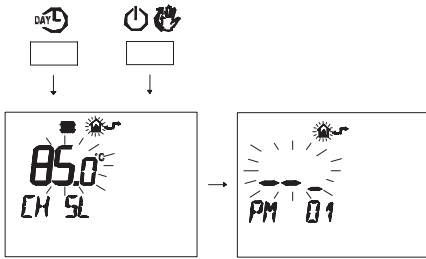

Figura 5.58
- Premere contemporaneamente i pulsanti **DAY** e **power** per entrare nella programmazione trasparente (Figura 5.58).